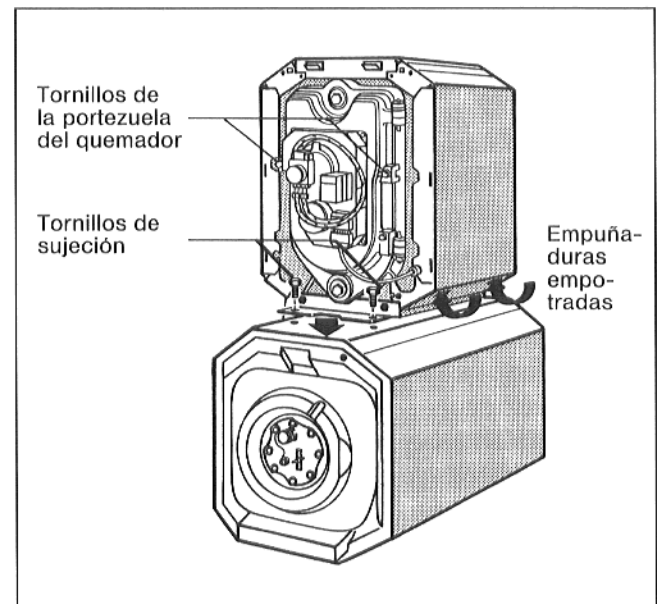

Fig. 4
- Abrir la portezuela del quemador, desenroscando ambos tornillos (fig. 4).
- Coger la caldera en las empuñaduras empotradas en la envoltura de la misma y levantarla sobre el preparador acumulador de ACS. Los taladros en la escuadra de sujeción deben coincidir con los taladros de sujeción en el preparador acumulador de ACS (fig. 4).
- Atornillar la escuadra de sujeción con el preparador acumulador de ACS (fig. 4; M 10 x 30).
- Enganchar la portezuela del quemador y cerrarla, enroscando ambos tornillos (fig. 4).